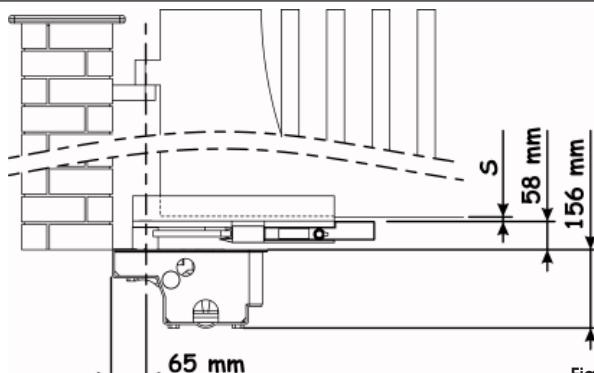

Fig. 6a
- Colocar la caja de soporte en la excavación respetando las indicaciones de la Fig. 6a - 6b - 6c. El centro del perno de la caja debe quedar perfectamente alineado con el eje de rotación de la hoja (Fig. 6a - 6b - 6c).